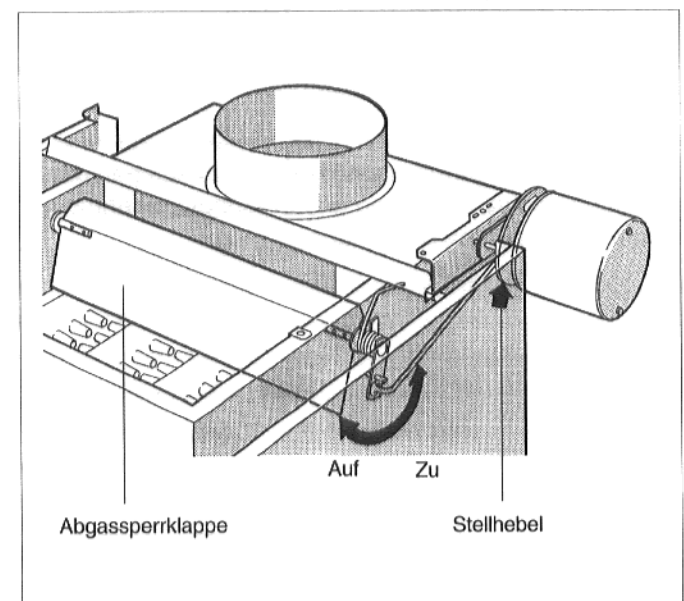

Abb. 13: Abgassperrklappe
- Bei Wärmeanforderung muß die Abgassperrklappe in Stellung "AUF" gehen. Kontrollieren Sie dies anhand der Bewegung des Stellhebels (Abb. 13). Erst nachdem die Endstellung "AUF" erreicht ist, darf der Brenner in Betrieb gehen.